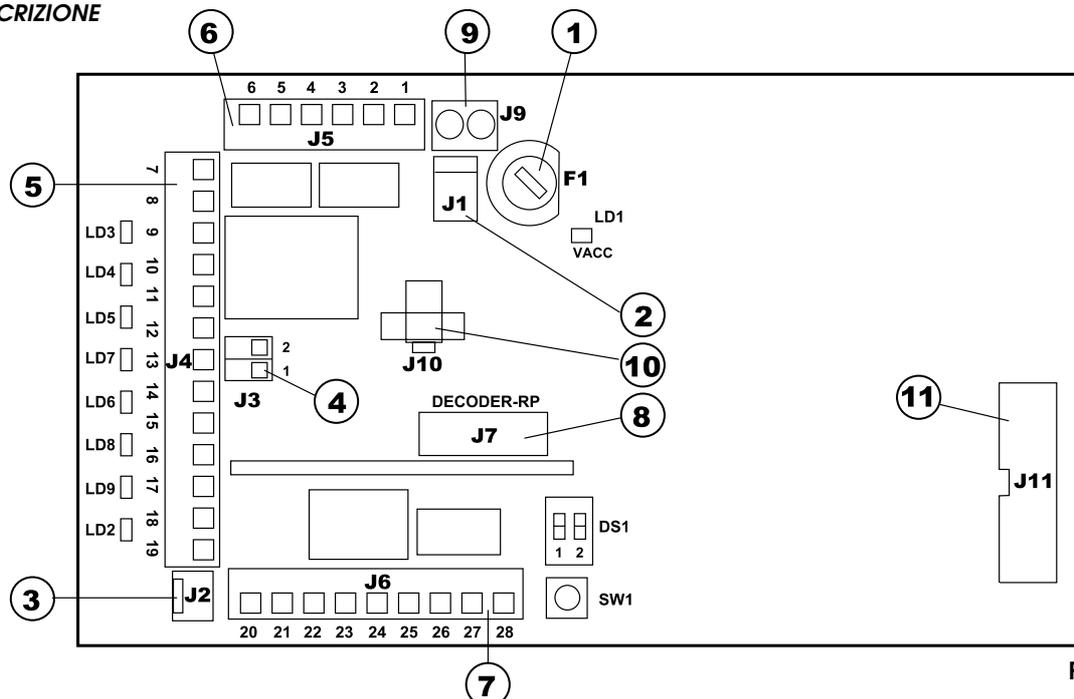

Fig. 10
- ① **Fusibile F1** 4AT/230Vac - 5x20
- ② **Connettore J1** Secondario Trasformatore - fig.10
- ③ **Connettore J2** Connettore rapido del selettore funzioni Manuale/Notte, Aperto, Automatico
- ④ **Connettore J3** Collegamento KP-Controller